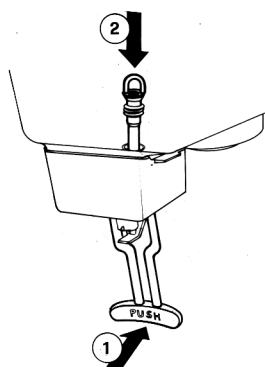

Bild 10
- 2 - Ausgabehebel drücken (1) und Ausgabeschlauch in seinem vertikalen Sitz in Behälterboden einsetzen (2) (Bild 10).